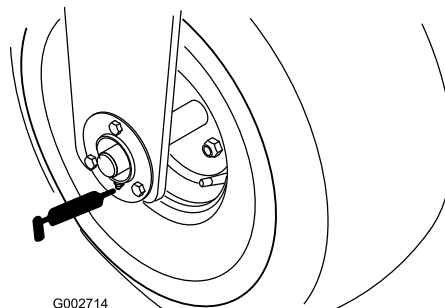

Figura 21
- cuscinetto ruota anteriore (1) (Figura 21)